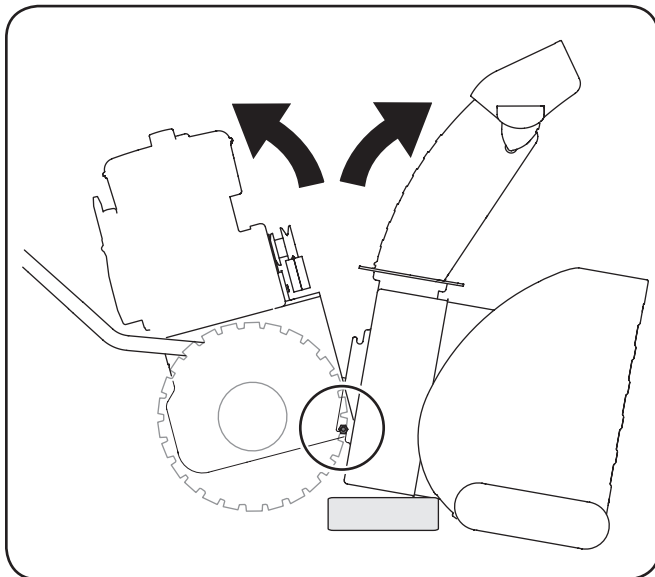

Figura 7-6
5. Coloque un bloque de madera debajo de la caja de la barrena como se muestra en la Figura 7-6 y separe la caja de la barrena del marco de transmisión inclinando la caja hacia adelante y tirando hacia arriba de las manijas.